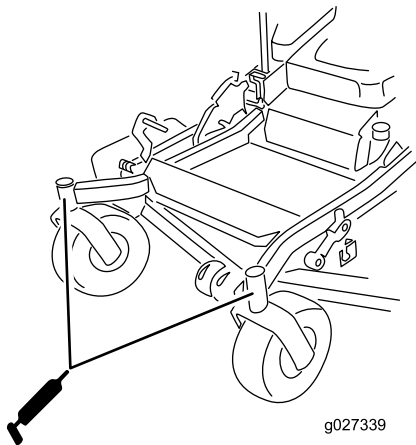

Figura 57
15. Montate il tappo esagonale e lo scodellino antipolvere (Figura 57).
16. Ingrassate i cuscinetti delle ruote orientabili (Figura 57).